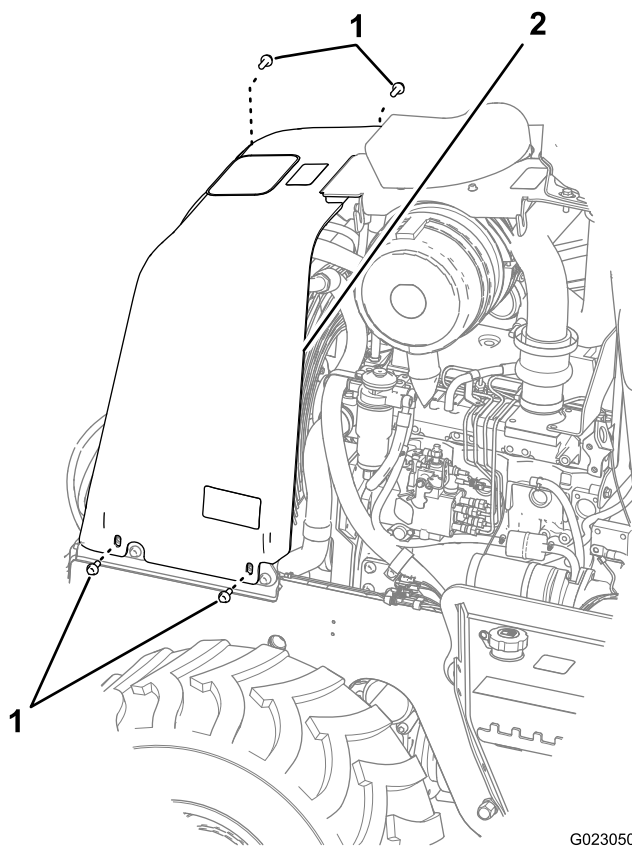

Bild 39
3. Entfernen Sie die vier Schrauben unten an der linken und rechten Seite der Motorhaube (Bild 39).